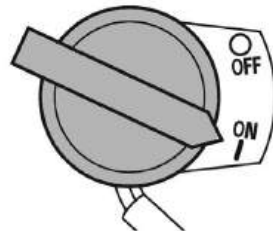

Рис. 21. Выключатель зажигания
5. Выключатель зажигания переведите в положение «ON» (Включено) (Рис. 21).
При возникновении аварийной ситуации, для экстренной остановки двигателя мотопомпы переведите выключатель зажигания в положение «OFF» (ВЫКЛЮЧЕНО) (Рис. 21).
- Переведите выключатель зажигания в положение «OFF» (ВЫКЛЮЧЕНО) (Рис. 21).